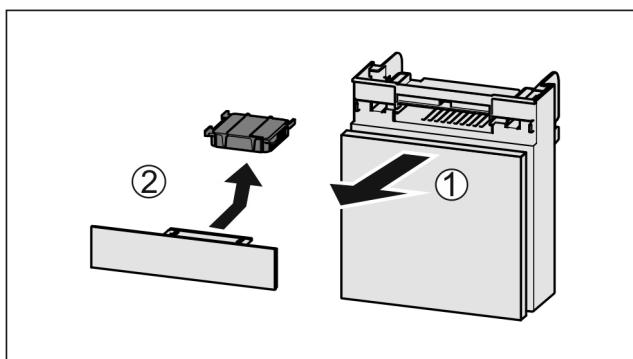

Fig. 136
- Потягніть Fig. 136 (1) відділення вперед.
- Витягнути Fig. 136 (2) фільтр з активованого вугілля.